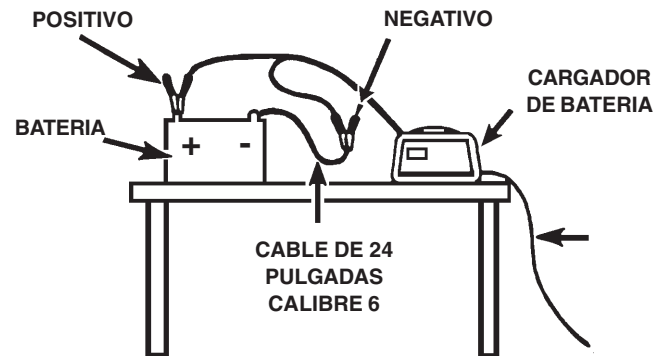

FIGURA 1. CONECTE LA PINZA NEGATIVA DEL ACUMULADOR AL EXTREMO DEL CABLE DE 60,9 cm (24 pul.)
4. Colóquese en posición y lleve el extremo libre del cable de 24 pulgadas tan alejado de la batería como sea posible. A continuación conecte la tenaza NEGATIVA (NEGRA) del cargador al extremo libre del cable. **ADVERTENCIA:** Al efectuar la conexión final no enfrente la batería. Haga oscilar la tenaza para efectuar una buena conexión. La Figura 1 muestra la conexión.